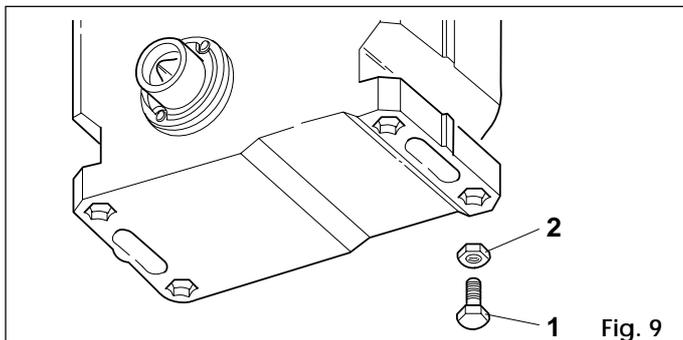

Fig. 9
- 1) Engager dans les logements hexagonaux (pris sous l'embase du motoréducteur) les pieds réglables comme indiqué Fig.9. Utiliser un marteau en téflon pour effectuer cette opération.